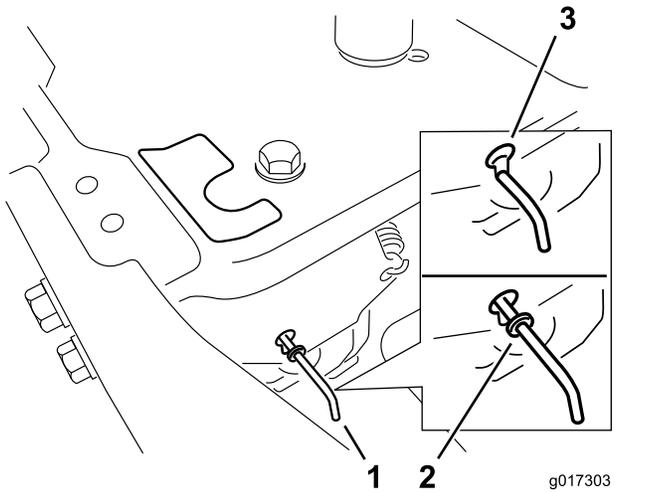

Figura 19
4. Mova as alavancas de derivação para frente através do orifício da chave e para baixo para as bloquear no lugar (Figura 19).
Mova as alavancas de derivação para trás através do orifício da chave e para baixo para as bloquear no lugar, como se mostra na Figura 19.